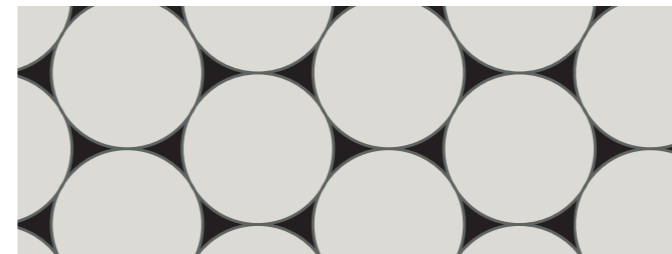

Fig. 2
- I motivi costituiti da ellissi o cerchi richiedono formati complementari per il loro completamento (vedi Fig. 2).